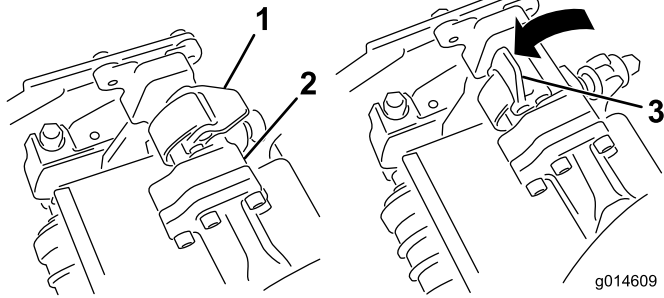
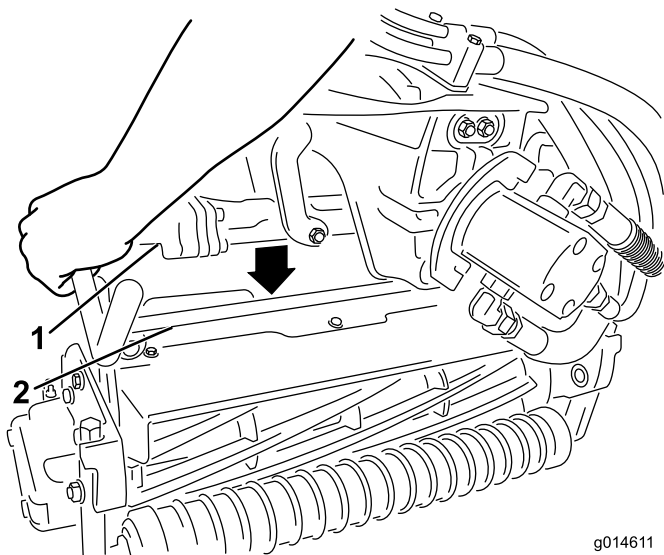

図 11
図 12
(図 11)、サスペンション・アームを押し下げて、バーを、カッティングユニットのバーの上に被せるようにする (図 12)。
6. ラッチを下げて閉じるとカッティングユニットのバーがロックされてユニットがアームにセットされる (図 11)。